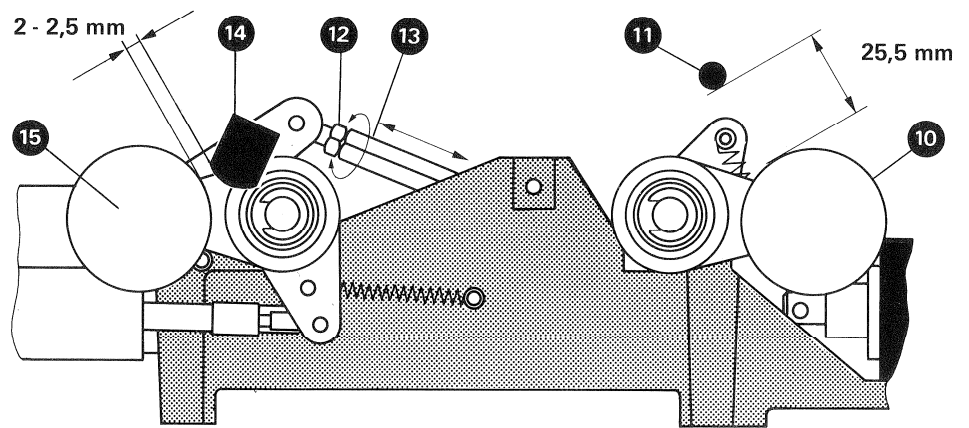

Fig. 2.4.-5
1. Loosen the screws holding the EDIT solenoid (1) and slide it as far as it will go the left. Tighten the screws again temporarily.
2. In the STOP position the distance between the pinch-roller (10) and the capstan spindle (11) should be 25,5 mm (+0,1/-0,1) or 1" (+ 0,02"/-0). To adjust, loosen lock nut (12) and turn the connecting rod (13). Tightening the lock nut again, and check that the rollers (9) and (10) still swivel freely (fig. 2.4.-5).
4. An der Andruck-Rollenachse Federwaage (0...2,5kg) einhängen (Fig. 2.4.-6). Taste PLAY drücken und Andruckkraft (4) messen; sie soll im Moment des Abhebens der Andruckrolle von der Kapstanwelle 1,2...1,5kp betragen. Eine Justierung erfolgt an der Sechskantmutter (5) am Andruckarm.
- Kontrolle: Der Abstand Löschkopf (14) - Bandführungsrolle (15) muss 2...2,5mm betragen. Der Abstand kann durch Verdrehen des Kuppelungsgestänges (13) eingestellt werden.
5. Kontrolle, Micro-Switch (Andruckmagnet): Taste PLAY drücken. Kontrollieren, ob der EDIT-Magnet (1) in Ruhelage ist (Magnetanker muss frei spielen). Ist dies nicht der Fall, muss die Funktion, bzw. die Justierung des Micro-Switches (7) (S-ACCEL) auf dem Andruck-Magneten kontrolliert werden. Dieser Micro-Switch soll kurz vor dem Anschlag des Andruck-Magnetankers den EDIT-Magneten abschalten. Zum Justieren sind die zwei Befestigungsschrauben des Micro-Switches zu lösen.